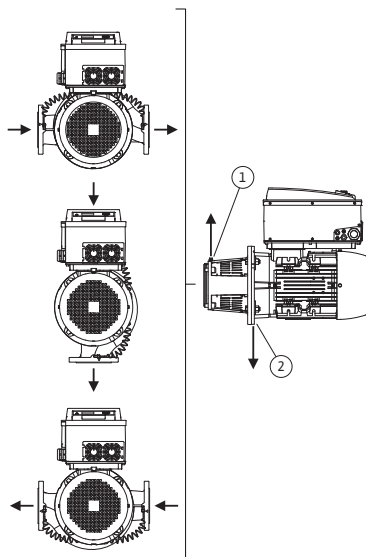
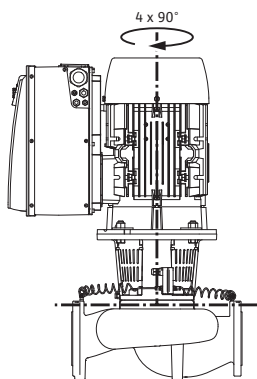

Fig. 18: Posizioni di montaggio ammesse con albero del motore orizzontale
Fig. 19: Posizioni di montaggio ammesse con albero del motore verticale
Le posizioni di montaggio ammesse con albero del motore orizzontale e modulo elettronico verso l'alto (0°) sono illustrate nella fig. 18. Non sono raffigurate le posizioni di montaggio ammesse con modulo elettronico montato lateralmente ($\pm 90^\circ$). Sono consentite tutte le posizioni di montaggio tranne "modulo elettronico verso il basso" (-180°). Lo sfiato della pompa è garantito solo se la valvola di sfiato è rivolta verso l'alto (fig. 18, pos. 1).
Solo in questa posizione (0°) il condensato formatosi può defluire attraverso il foro presente, lanterna della pompa e motore (fig. 18, pos. 2).
Le posizioni di montaggio ammesse con albero del motore verticale sono illustrate alla fig. 19. Sono consentite tutte le posizioni di montaggio tranne "Motore verso il basso".
- La valvola di sfiato sulla lanterna (fig. 6, pos. 1.31) in caso di albero del motore orizzontale deve sempre essere rivolta verso l'alto (fig. 12). In caso di albero del motore verticale è permesso ogni orientamento. Vedere a questo riguardo anche Fig. 18: "Posizioni di montaggio ammesse con albero del motore orizzontale" a pagina 80 e Fig. 19: "Posizioni di montaggio ammesse con albero del motore verticale" a pagina 80.
- Con albero del motore orizzontale è necessario che il foro di condensa sia rivolto verso il basso (fig. 18, pos.2). Eventualmente il motore deve essere ruotato corrispondentemente.